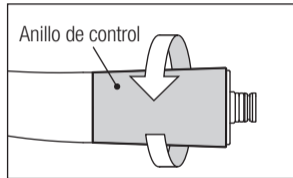

Fig. 11
- 1) Afloje y quite el anillo de control en la parte trasera de la pieza de mano (Fig. 11).